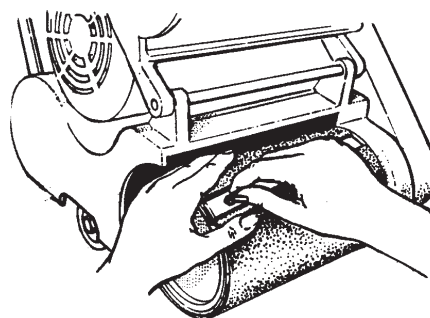

Figura 8
- 6 Para instalar el abrasivo sobre el tambor de lijado equipado con abrazadera de papel: afloje los tornillos de la abrazadera de papel con una moneda. No retire los tornillos ni la abrazadera del tambor de lijado. Inserte un borde del abrasivo debajo de la abrazadera de papel. Rote el tambor de lijado para envolver el abrasivo alrededor del tambor. Inserte otro borde del abrasivo debajo de la abrazadera de papel. Centre el abrasivo y ajuste cualquier holgura del abrasivo. Ajuste los tornillos en la abrazadera de papel. Cierre la cubierta del tambor. (Figura 8)